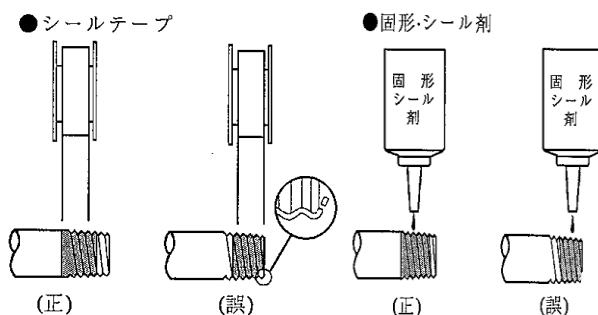

図2. 配管シール要領
- 3) 配管にはシールテープまたはシール剤をういしますが、ネジ先端から2山程度残して使用し、管内や機器内部にテープ層やシール剤の残材が入り込まないように気を付けてください。(図2)